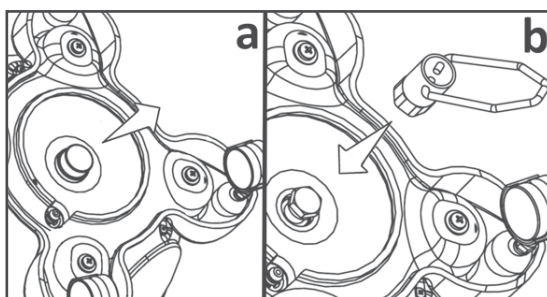

FIG. 12
1) La operación de vaciado de la caldera debe llevarse a cabo con el aparato puesto en posición vertical sobre superficies estables y desconectadas de la red eléctrica. Antes de continuar, asegúrese de que la máquina está fría y no bajo presión. La frecuencia depende del uso y de la dureza del agua; debe en cualquier caso estar realizada no más que 1-3 meses. Remover el capuchón de protección (Fig. 12a) y destornillar completamente el tapón de drenaje de la caldera, situado en el fondo del aparato, por medio de la llave tubular hexagonal de 20 mm. (fig. 12). Una vez vaciada volver a atornillar el tapón de drenaje.